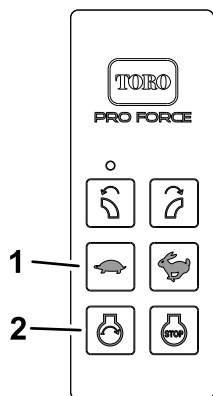

Figura 18
2. Para ENCENDER o APAGAR la luz, pulse los botones del control remoto (Figura 18) en la secuencia siguiente: